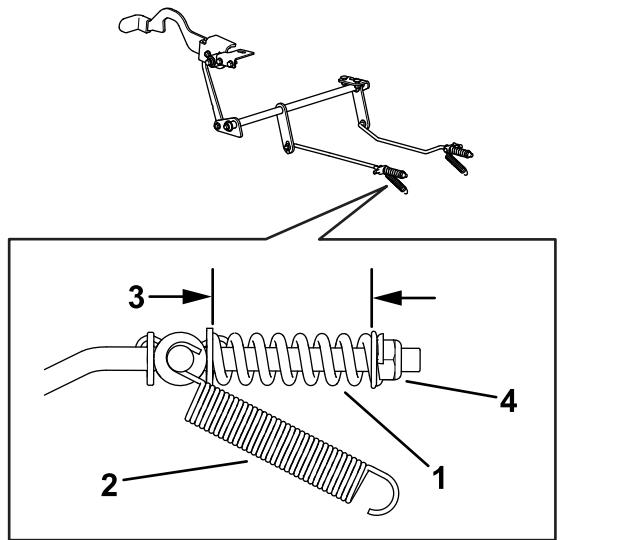

Figura 64
8. Compruebe la longitud de ambos muelles como se muestra en la Figura 64. Si es necesario ajustarlos, gire la tuerca de retención del muelle en sentido horario para acortar el muelle y en sentido antihorario para alargarlo. Repita el paso 6.